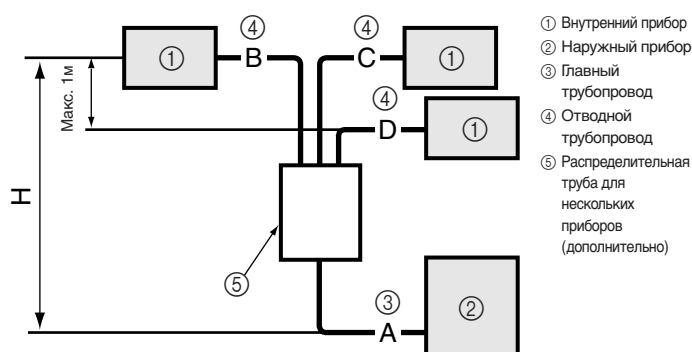

Fig. 5-7
5.6. Добавление хладагента (Fig. 5-7)